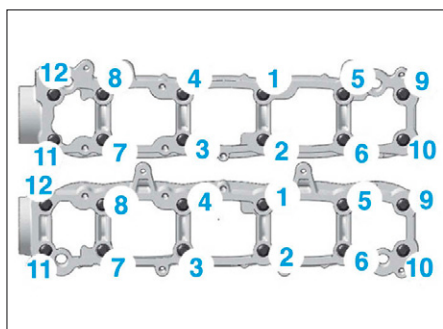

FIG. 34
- Respecter l'ordre et les couples de serrage des carters paliers d'arbres à cames (Fig.34).